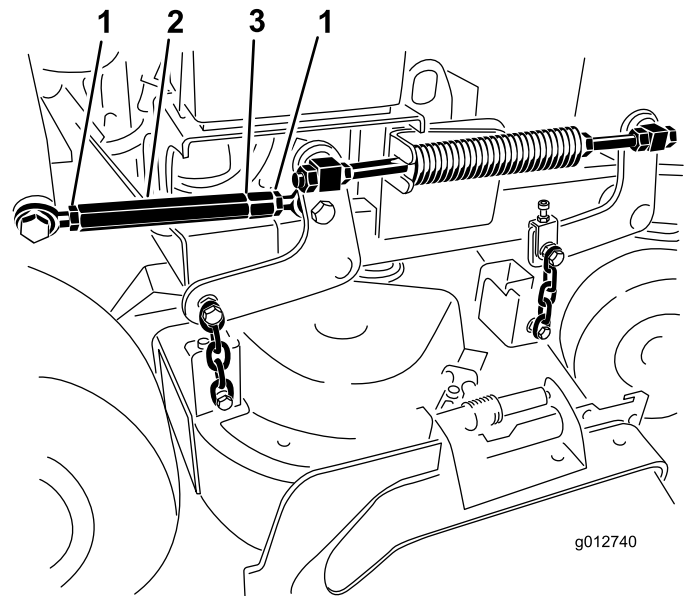

Figure 86
7. Desserrez les écrous de blocage à chaque extrémité du tendeur (Figure 86).
**Remarque:** L'extrémité du tendeur portant la gorge usinée est filetée à gauche (Figure 86).